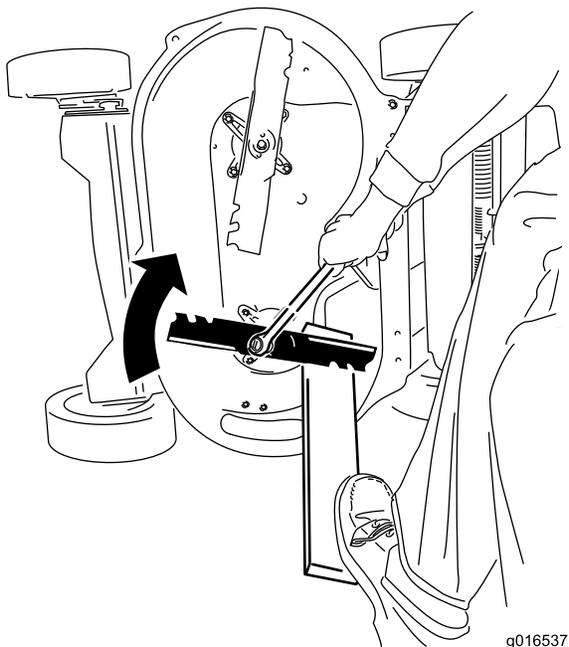

Рисунок 45
- Удерживайте каждый болт неподвижно с помощью доски и заверните болт крепления ножа по часовой стрелке с помощью динамометрического ключа, как показано на Рисунок 45; затяните болт крепления ножа с моментом 60 фунт-футов (82 Н-м).